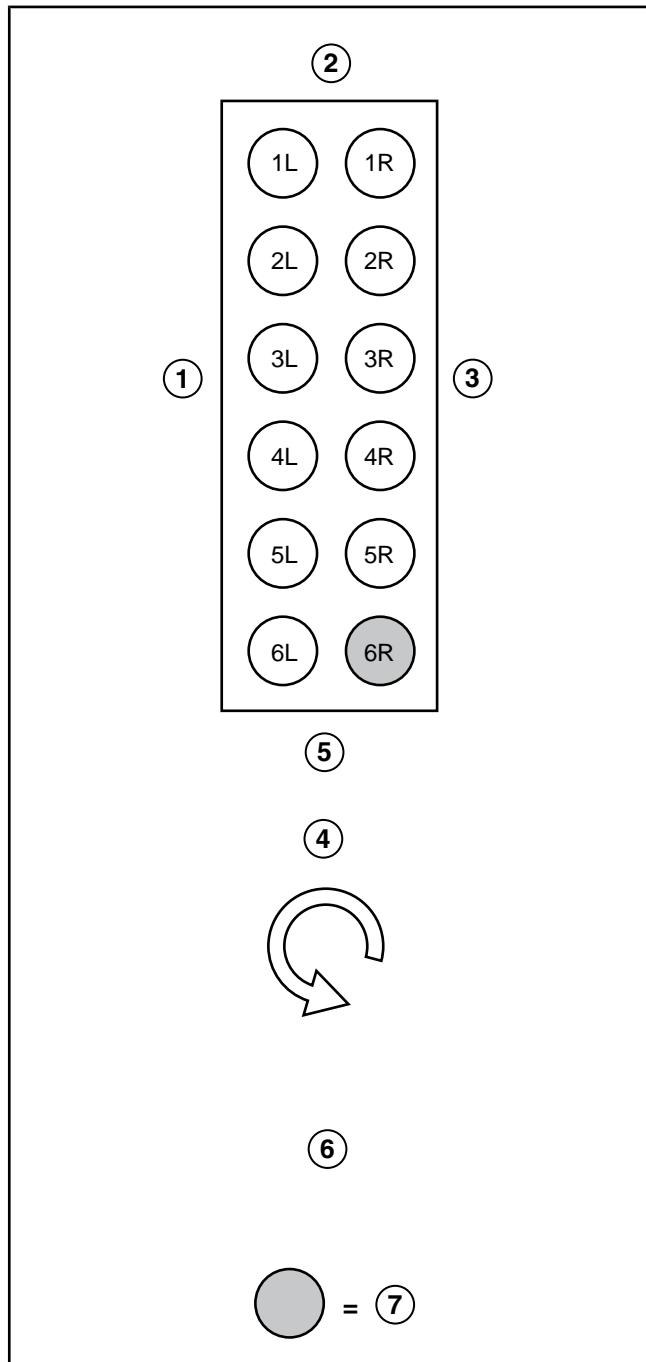

Рисунок 13.05-1: Порядок работы цилиндров двигателя и направление вращения вала
2. Чтобы определить, когда поршень находится в верхней мертвой точке (ход сжатия), контролируйте положение коромысла и клапанов на сопряженном цилиндре (см. Рисунок 13.05-1). После закрытия выхлопных клапанов начинают открываться впускные клапаны. В этот момент сопряженный цилиндр перекрывает клапан (все четыре клапана частично открыты). В данной ситуации все четыре клапана регулируемого цилиндра полностью закрыты.